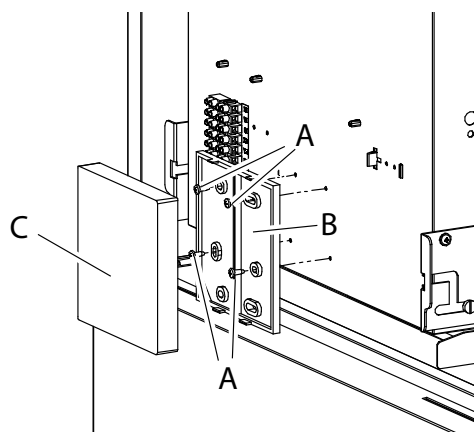

fig. 18 - Instalación del control remoto
Para la instalación del control remoto (ver C fig. 18) en la máquina, proceda de la siguiente manera:
- Fije la tapa trasera (ver B fig. 18) del control remoto utilizando los 4 tornillos (ver A fig. 18) preinstalados en el cuadro eléctrico.
- Enganche el control remoto (ver C fig. 18) a la tapa trasera (ver B fig. 18) utilizando los pines de encaje correspondientes.